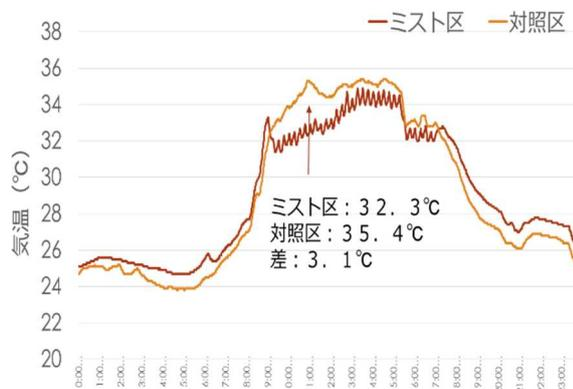

図6 ミストノズルによる昇温抑制効果
- ・ミストノズルの噴霧により、最大で約3℃、平均で約2℃の昇温抑制効果がありました（図6）。